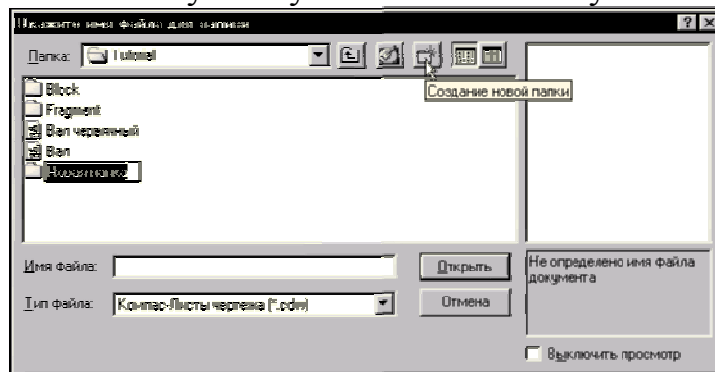

Рис. 1.6.
4. Клацніть на кнопці **Створення нової папки**. Система створить в поточній теці *Tutorial* нову папку з ім'ям за замовчуванням (рис. 1.6).